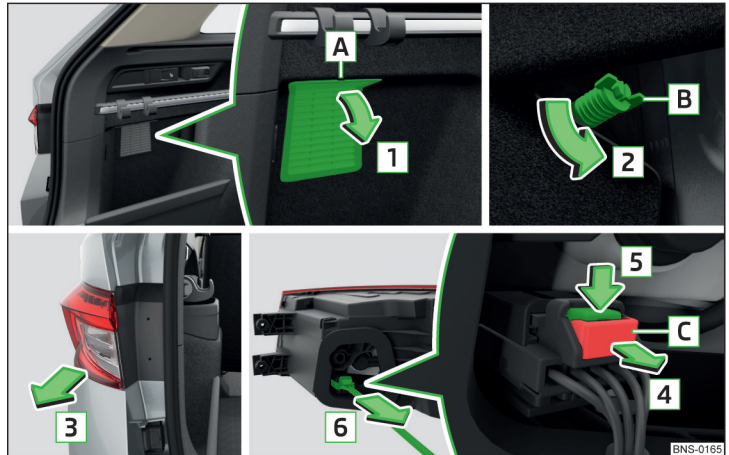

Fig. 374 Demontarea lămpii/scoaterea conectorului
- Îndepărtați grilajul respectiv **A** în sensul săgeții **1** » fig. 374.
- › Împingeți conectorul contrar sensului săgeții **6** » fig. 374 în blocul optic.
- › Înșurubați șurubul **B** în sensul opus săgeții **2** » fig. 374.